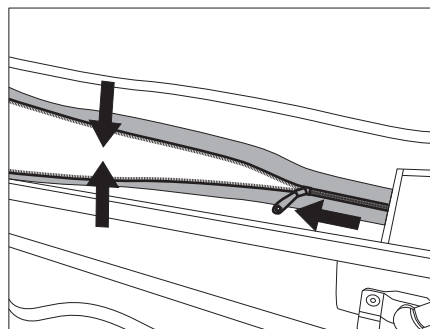

Fig. 23 Alleviare la chiusura lampo
- ▷ Quando si chiude la chiusura lampo, tirare il tetto sollevabile verso il basso per non mettere la chiusura lampo sotto tensione trasversale (Fig. 23).